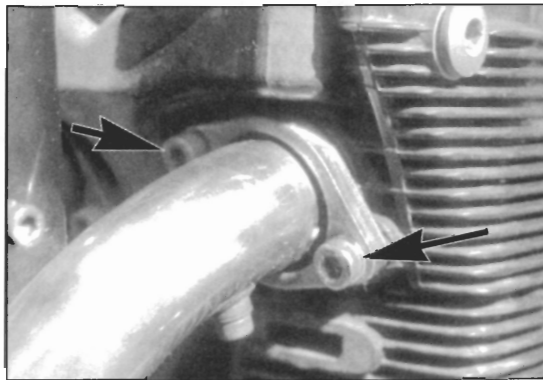

Bild 147
- Befestigungsschrauben an Zylinderkopf (Bild 147) und Auspufftopf (Bilder 148 und 149) lösen und Auspuffanlage abnehmen.